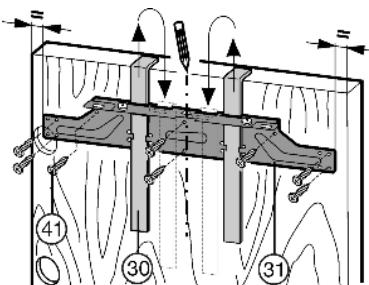

Fig. 21
- Открутите крепежную поперечину Fig. 21 (31) с помощью контргаек Fig. 21 (32).
- Навесьте крепежную поперечину Fig. 21 (31) с монтажными вспомогательными элементами Fig. 21 (30) на внутреннюю сторону мебельной дверцы.
- Выравнивание крепежной поперечины Fig. 21 (31) по центру: начертите короткую центральную линию на мебельной дверце, совместите с ней острие стрелки поперечины.
- Прикрутите крепежную поперечину Fig. 21 (31) по меньшей мере 6 винтами Fig. 21 (41).
- Прикрутите крепежную поперечину Fig. 21 (31) 4 винтами Fig. 21 (41) по краю.
- Вытяните вверх монтажные приспособления Fig. 21 (30) и, развернув, вставьте их в расположенные рядом приемные отверстия.